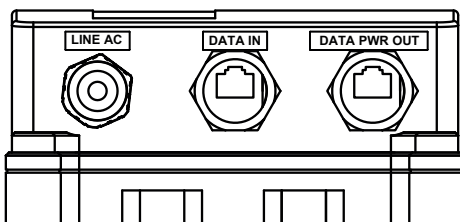

Fig 2
2. Collegare il cavo Ethernet all'ingresso dati. Vedere Fig. 2